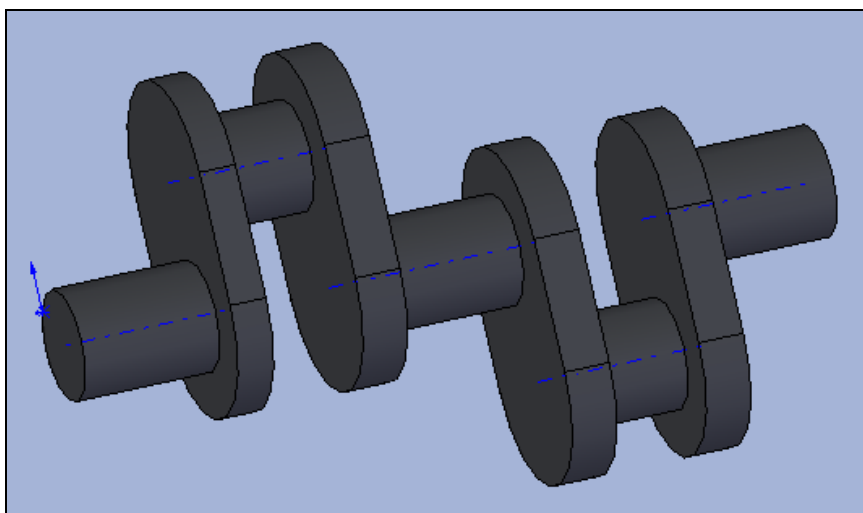

Рис. 7.1. Геометрическая модель коленчатого вала
1. Запустите программу Solid-Works, загрузите или постройте модель коленчатого вала (рис. 7.1).